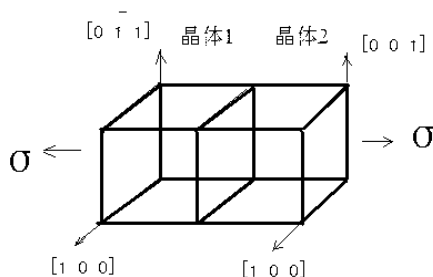

图 2-1
- 3、一个简单立方晶体的双晶受外力，双晶及力轴取向如图 2-1 所示： (9 分)